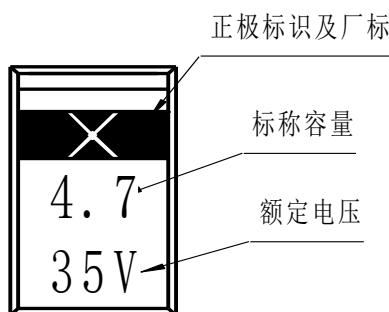

图 2
- (1) 商标及正极标识
- (2) 标称电容量
- (3) 额定工作电压
5.2 标志说明: 见图 2 (举例)。